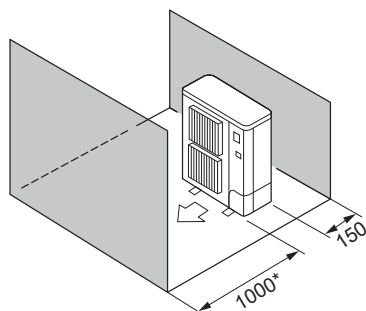

Fig. 2-7
- ⑤ Кедергілер тек алдыңғы және артқы жағында (Fig. 2-7)